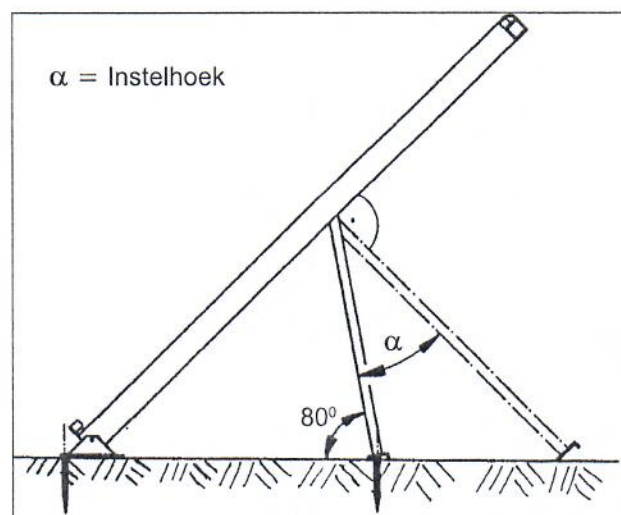

Fig. 19
Door de laddersteun (11) mag de ladderbaan niet worden overspannen. Op juiste hoek van de laddersteun (11) letten. (Zie ook Fig. 19).